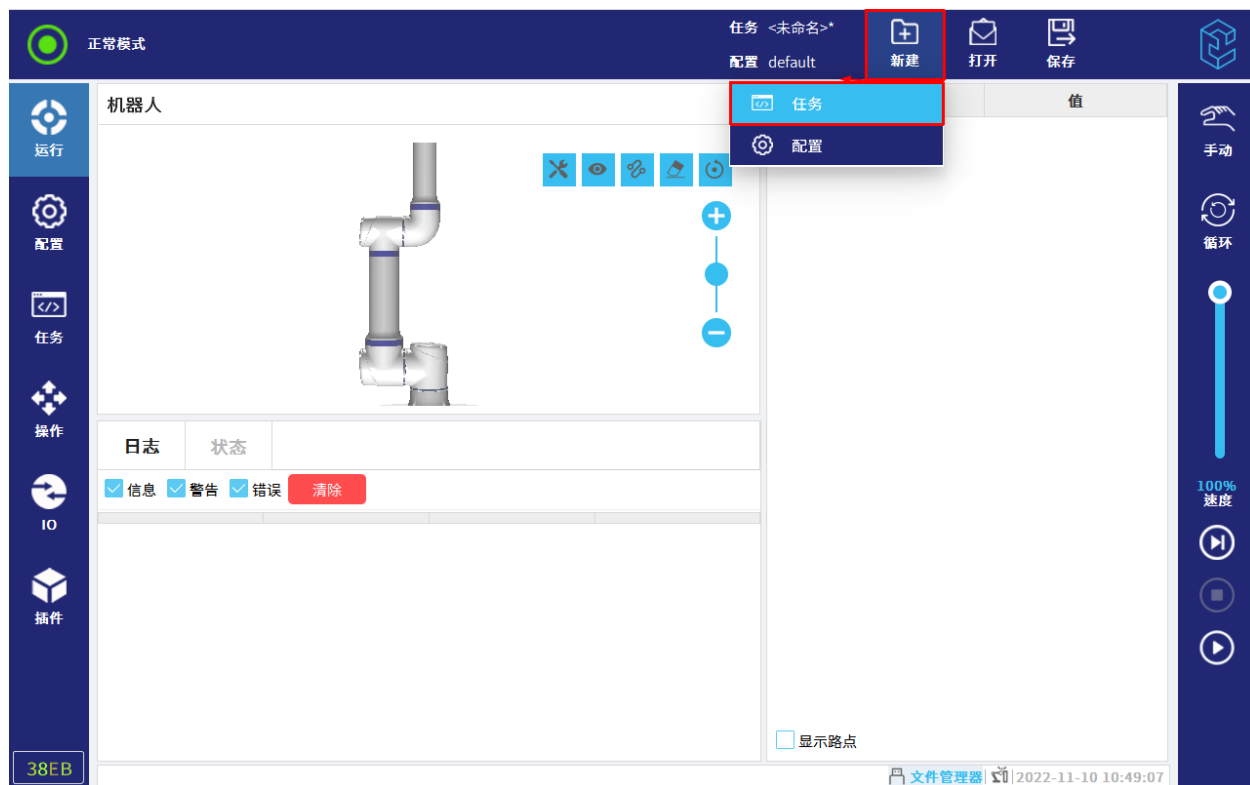

图 8-5 新建任务
1. 在任务和配置管理器中，点击“新建”，然后选择“任务”，如图 8-5 所示。